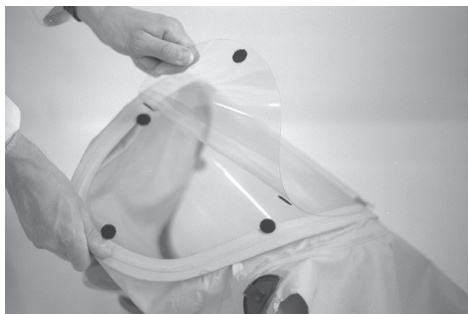

Fig. 8
5. Doble el visor desmontable alrededor de cada lado del visor rígido, alinee todos los discos de fijación y apriete (Fig 8).